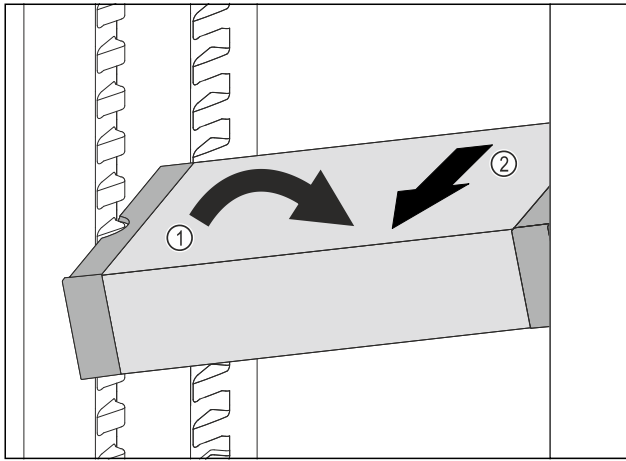

Fig. 122
- ▶ Predal VarioSafe postavite v hladilniku postrani. Fig. 122 (1)
- ▶ Predal VarioSafe izvlecite v smeri naprej. Fig. 122 (2)